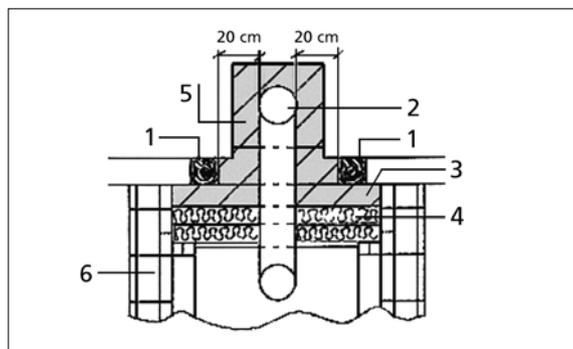
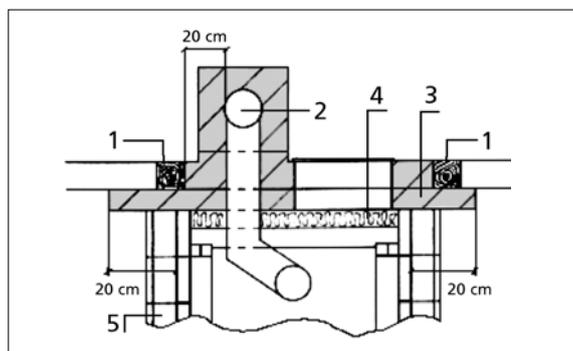

Bild 1-2 Ummauerung von Bauteilen, Variante 1
Bild 1-3 Ummauerung von Bauteilen, Variante 2
**Schützen Sie brennbare Teile im Stellbereich gegen Erwärmung durch Aufstellen einer Brandschutzwand entsprechend Bild 1-1 bis Bild 1-3.**
Müssen im Stellbereich Ihrer Ofenanlage die oben aufgeführten Bauteile gegen Erwärmung geschützt werden, muss eine Brandschutzwand entsprechend Bild 1-2 oder Bild 1-3 mit folgenden Eigenschaften vorgemauert werden:
- Dicke der Isolierung entsprechend der Wärmedämmung innerhalb des Ofens (Bild 1-2).
Bei Rauchrohrführungen durch Holzwände oder im Bereich von Stahl/Stahlbetonstützen muss ebenfalls auf eine 20 cm breite, allseitig mineralische Ummauerung des Rauchrohres geachtet werden (siehe Bild 1-2 und Bild 1-3).